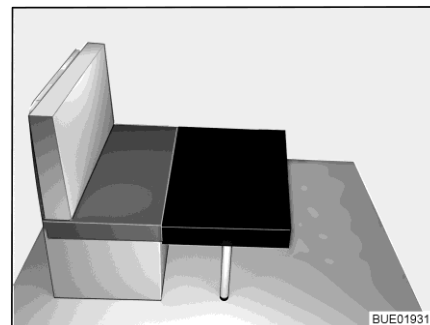

Bild 62 Ombyggnad (1)
- Placera den lilla extra dynan framför sittdynan på sittbänken på bordet (se Bild 62).